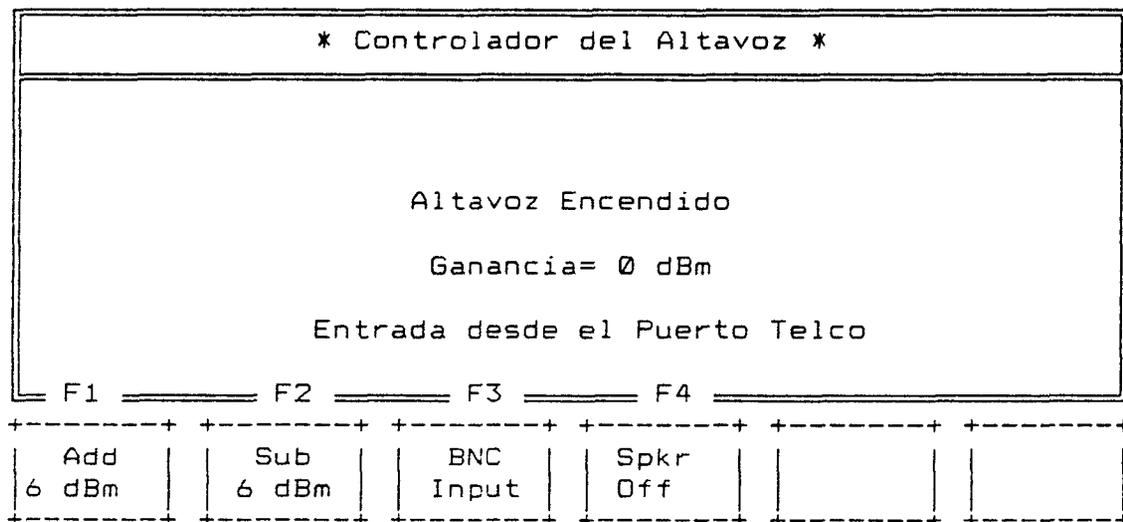

Figura 9-1. Pantalla de Programa del Controlador del Altavoz, Altavoz Encendido.
correspondiente a la ventana de tecla de programa [Spkr Mon] (o [Controlador del Altavoz]), la pantalla del Controlador del Altavoz se presenta. Como se muestra en la Figura 9-1, el instrumento controlador del altavoz inmediatamente se enciende en el nivel de ganancia de cero (0) dBm.
La tecla de programa [F4] se usa para encender y apagar el Controlador del Altavoz. En la figura 9-1, el display del Controlador del Altavoz se muestra con el altavoz encendido. Por lo tanto, la ventana de tecla de programa correspondiente a la tecla de programa [F4] presenta las palabras [Spkr Off] (o [Altavoz Apagado]). Cuando el altavoz se apaga, la ventana de tecla de programa cambia